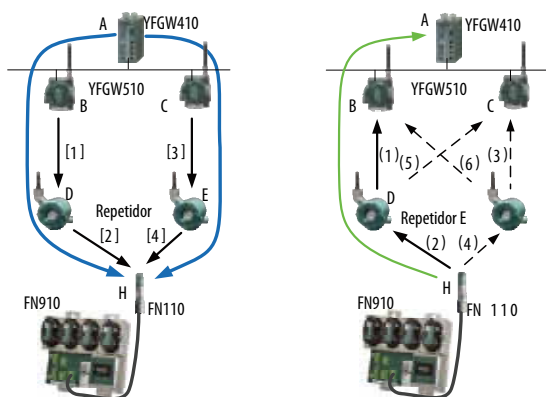

Figura 4. Canales de transmisión adicional en un sistema de campo inalámbrico
La figura 4 muestra las rutas de comunicación de YFGW 410 a FN910 con dos rutas adicionales, en donde se utilizan dos repetidores. Las rutas marcadas [1] a [4] son para la transmisión de datos de control, y las rutas marcadas (1) a (6) son para transmisión de datos de sensores. Se asignan intervalos de tiempo para cada ruta.
En la transmisión de datos de sensores, cuando no se confirma la respuesta de acuse, los paquetes de información se retransmiten a una subruta, representada mediante flechas de línea punteada en la figura 4. Por ejemplo, si ocurriera una falla en la ruta (2), los paquetes se retransmitirán por la ruta (4). Cuando ocurra otra falla en la ruta (3), los paquetes se retransmitirán a la ruta (6).
El YFGW 410 tiene un ítem de configuración llamado "Modo de reintento" (*Retry Mode*). Cuando se selecciona "x 2", la cantidad máxima de intentos se incrementa en comparación con el caso de "Normal". Para el caso de la figura 4, si el modo de reintento está configurado en "x 2", se asignan ocho (cuatro por dos $4 \cdot 2$) y doce (seis por dos $6 \cdot 2$) intervalos para la transmisión de datos de control y de sensores, respectivamente, incrementándose así la cantidad de intervalos de tiempo por intento. Esto mejora la tolerancia a fallas de la transmisión.
de configuración mostrada en la figura 4. Dado que el ciclo más corto del *FN910* es de cuatro segundos (4 s), una operación de corte de cierre de la válvula puede comenzar en diez segundos (10 s) si la orden de operación del sistema huésped alcanza *FN910* dentro de los dos ciclos de actualización.
Asumiendo que todos los índices de errores (PER, por sus siglas en inglés, 'packet error rates') (3), (4) entre cada dispositivo de campo inalámbrico son los mismos en las rutas para transmisión de datos de control, se calculan índices R de llegada de órdenes de operación. La figura 4 muestra el caso de rutas adicionales vía dos saltos.
Utilizando esto, el índice de llegada de orden de operación RAH para rutas adicionales de A a H que se muestra en la figura 4 se calcula como sigue.
la configuración de la figura 4, cuando el PER equivale a cinco, diez y quince por ciento (5, 10 y 15%).